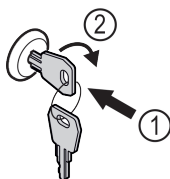

Fig. 192
- ▶ Shtyni çelësin brenda Fig. 192 (1).
- ▶ Rrotulloni çelësin me 90° në drejtimin orar Fig. 192 (2).